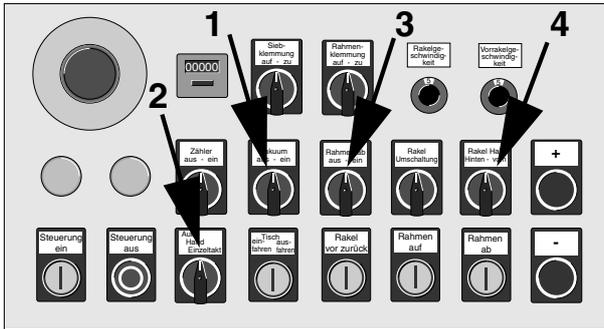

Bild 5-13. Bedienfeld
- \* Schalten Sie das Vakuum mit **Vakuum aus/ein** (1, Bild 5-13) ein.